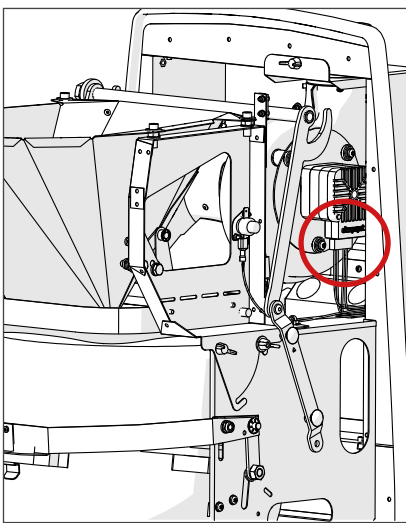

Abbildung 14
2. Ziehen Sie den Stecker an der Unterseite des Lüfters ab. (Abbildung 14).